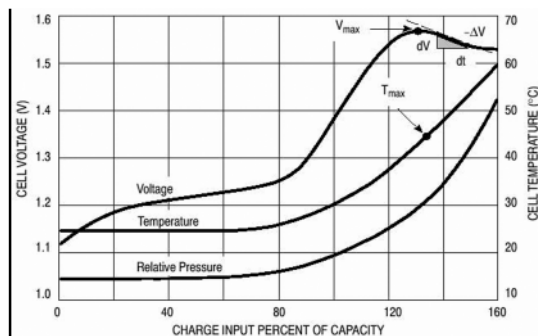

Рисунок 2 Заряд Ni-Cd, Ni-MH батарей
Заряд Ni-Cd, Ni-MH батарей (рис. 2) сильно отличается от предшествующих. Здесь можно отметить три характерных этапа:
1. При начале снижения напряжения батареи ($-dV$ на рис. 2) после достижения максимума.